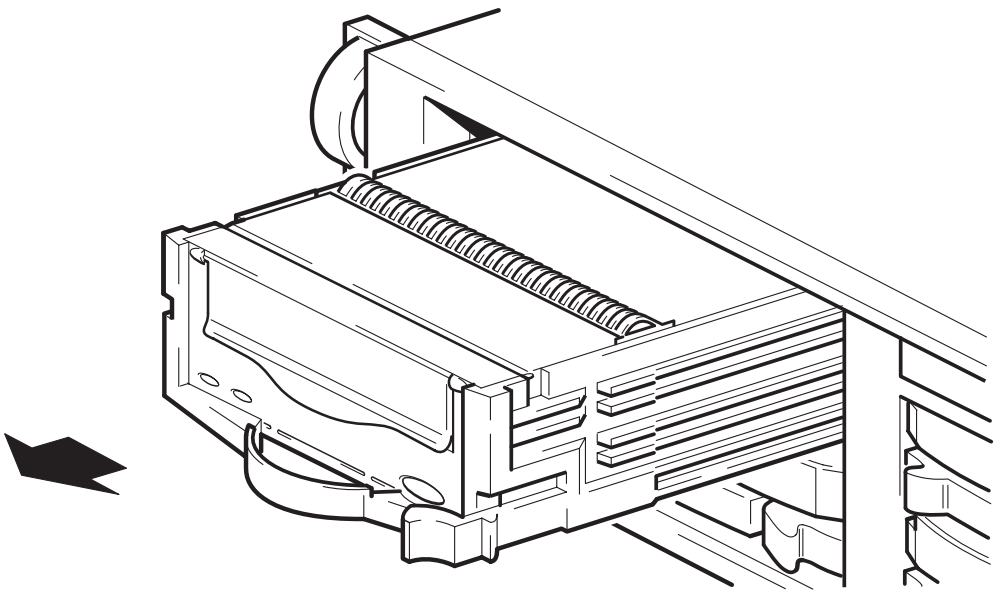

Figure 5b : retrait du lecteur
- 4 Installez le nouveau lecteur dans le même logement. Faites simplement glisser le lecteur dans le logement jusqu'à ce qu'il s'insère correctement dans le connecteur ; le loquet revient alors en place. Voir figure 5b.